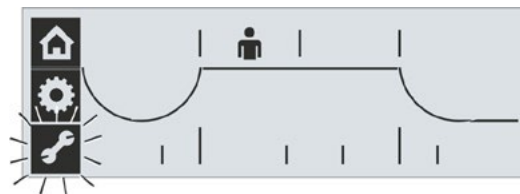

Fig. 1 : Sélection du menu Paramètres
4. Sélectionner le menu « Paramètres » : Tourner le Drive Controller jusqu'à ce que le symbole de la clé clignote de manière inversée (Fig. 1).